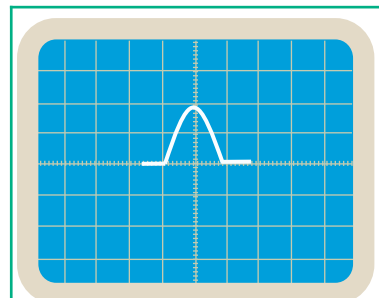

Fig.4b : Oscillogramme 2
- La bobine et l'aimant étant maintenus dans les mêmes dispositions, quand on éloigne l'un de l'autre, on obtient l'oscillogramme 2 de la figure 4b.